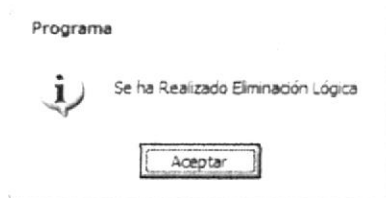

Figura 5.50 Mensaje de Eliminación de Ciudad
3. Si se ha realizado la eliminación aparecerá el mensaje (Ver figura 5.50)